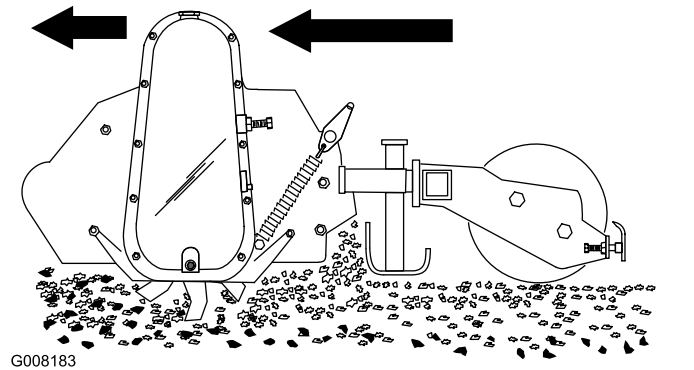

Figura 9
1. Coborâi cultivatorul pe sol i asigurați-vă că carcasa lanului este perpendiculară cu solul (Figura 9).